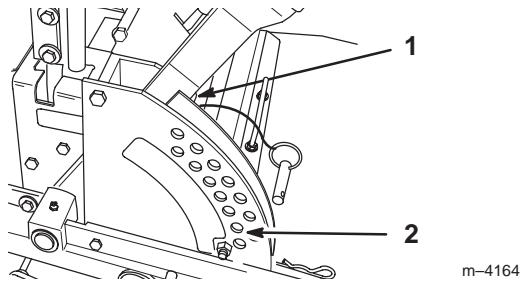

Figure 64
- Placez deux cales de 38 mm (1-1/2") d'épaisseur sous le bord inférieur arrière gauche et droit de la tondeuse. Placez une cale de 57 mm (2-1/4") sous le bord inférieur central avant de la tondeuse. Sélectionnez la hauteur de coupe de 51 mm (2") (Fig. 64).
- Déplacez le levier de relevage du plateau de coupe à la position de transport (Fig. 64).